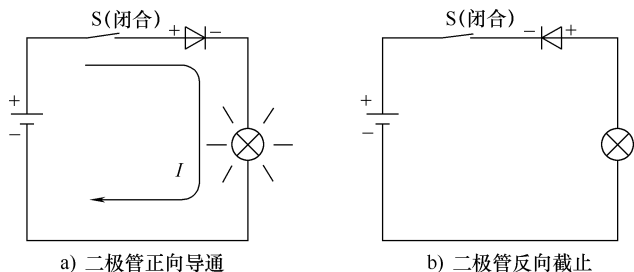

图 4-3 二极管的性质说明图
(1) 性质说明 下面通过分析图 4-3 中的两个电路来说明二极管的性质。